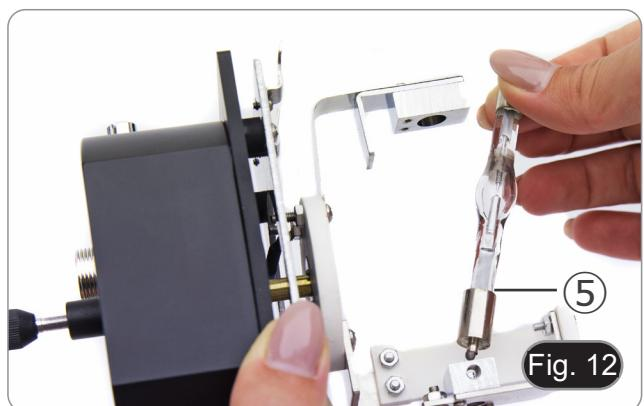

Fig. 12
3. Insira a lâmpada de mercúrio ⑤ (respeite a polaridade da lâmpada), aperte os parafusos de bloqueio e volte a montar o suporte da lâmpada no interior do alojamento da lâmpada. (Fig. 12)